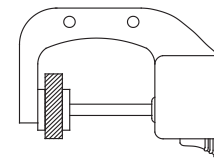

fig.2
- Mova a chave inglesa, abra a ponta móvel, coloque a peça entre as bigornas, solte a chave inglesa lentamente e obtenha a leitura quando as bigornas de medição entrarem em contacto completo com a peça (fig. 2)